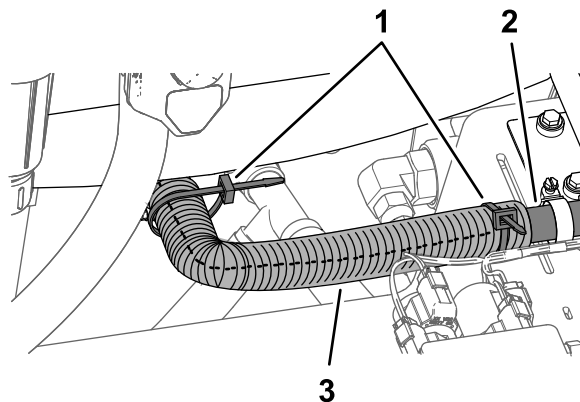

图 32
6. 将开裂式螺旋管道安装到冲洗水箱与冲洗水箱泵之间的软管43.3cm上用 2 条扎带固定管道图 32。